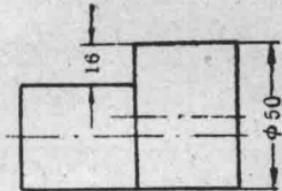

图18 偏心工件。
**例** 在三爪卡盘中車削如图 18 所示的偏心工件的时候, 要是采用扇形垫片, 試求这个垫片應該要多厚?